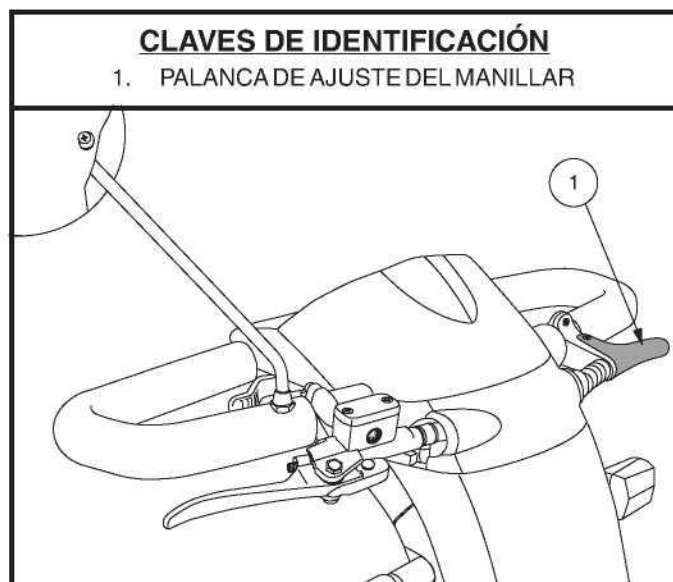

Figura 17. Palanca de Ajuste del Manillar
1. Apretar la palanca de ajuste del timón. Ver figura 17